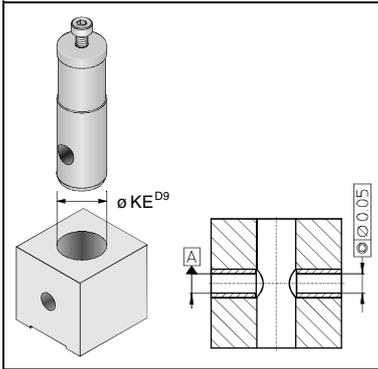

Bild 11 / Fig. 11
Bei Verwendung eines eigenen Gehäuses (Bild 11):
- am eigenen Gehäuse werden 2 Gleitlager mit einer maximalen Fluchtungsabweichung der Bohrungen von 0,05 mm verwendet (siehe Bild 11).
If you are using your own housing (Fig. 11):
- 2 friction bearings with a maximum alignment deviation of the holes of 0.05 mm must be used if you have your own housing (see Fig. 11).